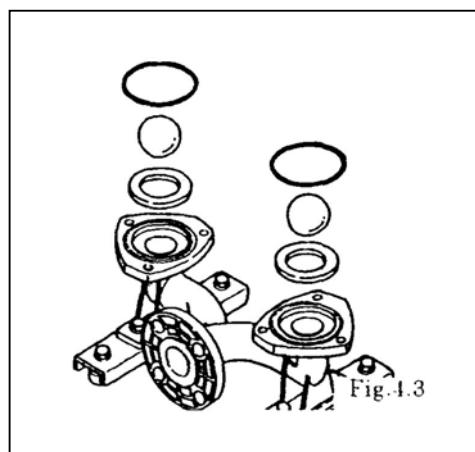

Fig. 4.3
- Verwijder de kogels, zittingen en O-ring.[Fig. 4.3]